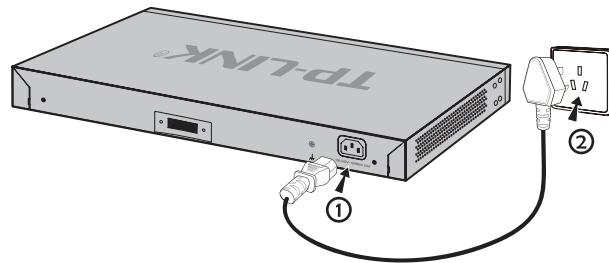

图3-5 电源线连接示意图
3. 使用TL-RPS150中配送的直流电源线连接设备和TL-RPS150。如图3-5所示，直流电源线的其中一端插头上标有字母“TOP”，另一端插头上则带有一个定位卡片。请将标有字母“TOP”的一端插到设备的RPS输入接口，而带有定位卡片的一端插入TL-RPS150的直流输出接口。操作时应注意将两端插头中带字母“TOP”和带定位卡片的一面朝上。